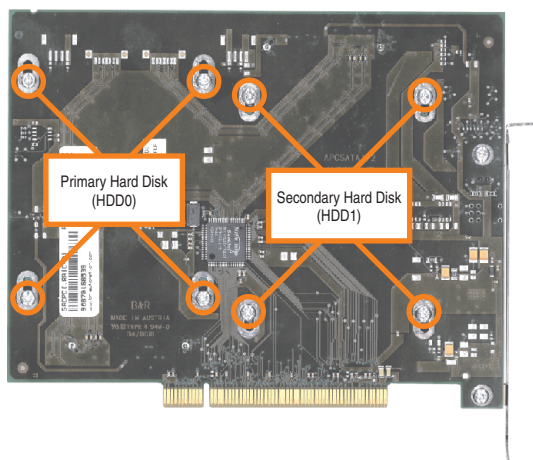

Abbildung 258: Rückseite des SATA RAID Controllers Schraubenzuordnung
- Lösen der richtigen 4 Befestigungsschrauben (M3x5) - siehe Abbildung 258 "Rückseite des SATA RAID Controllers Schraubenzuordnung", auf Seite 452.